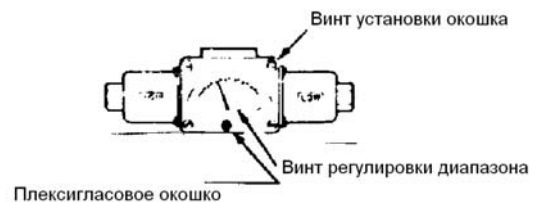

Рис.5
(см. Рис.5). Чтобы отрегулировать индикацию для максимальной точности для любой нужной уставки, выполните следующие действия.
- 3) Используя отвертку, медленно поворачивайте регулировку диапазона, пока не получите необходимую индикацию (см. Рис.5).